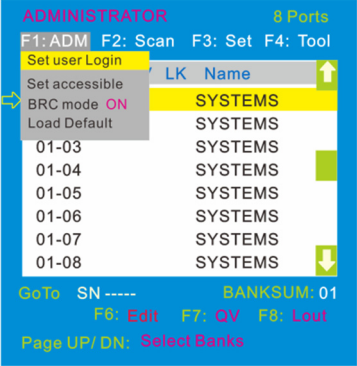

图 4-1.6
- ✧ BRC Mode off- 按【Enter】键，关闭或者打开 BRC 广播模式（图 4-1.6）。
【F1】->BRC Mode OFF->按【Enter】键 -->BRC Mode ON (图 4-1.6)